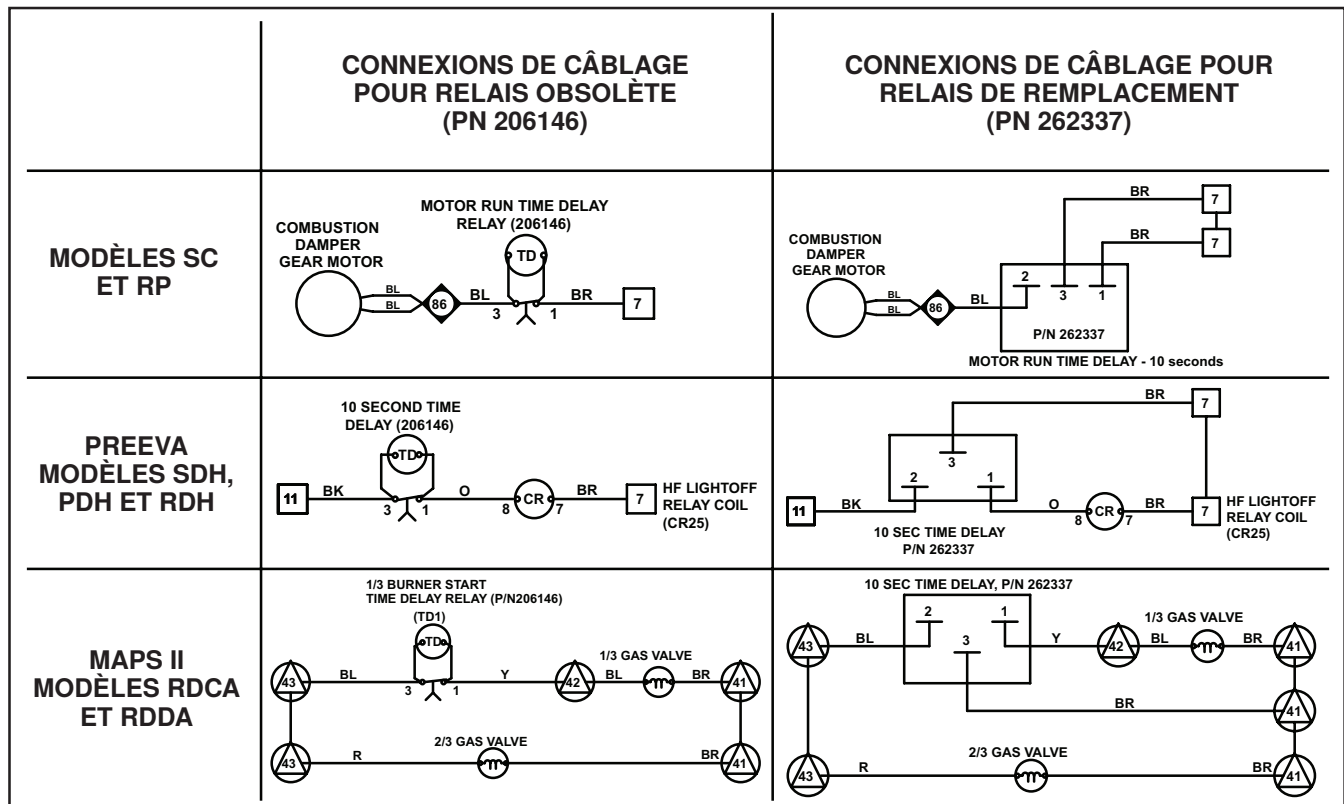

Figure 19. Connexions de câblage pour le relais de remplacement 262337
- b. Pour le kit de remplacement 262375, branchez l'ensemble de fils bruns de la terminal 3 du relais temporisé de remplacement à la terminal de l'unité tel qu'illustré à la **Figure 19**.